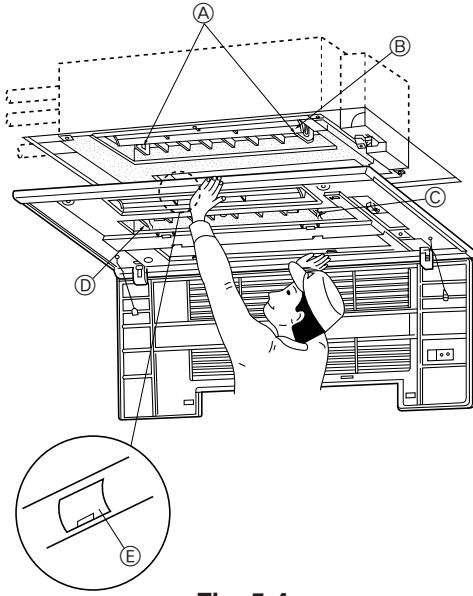

Fig. 5-4
5.3. Izgaranın takılması (Fig. 5-4)